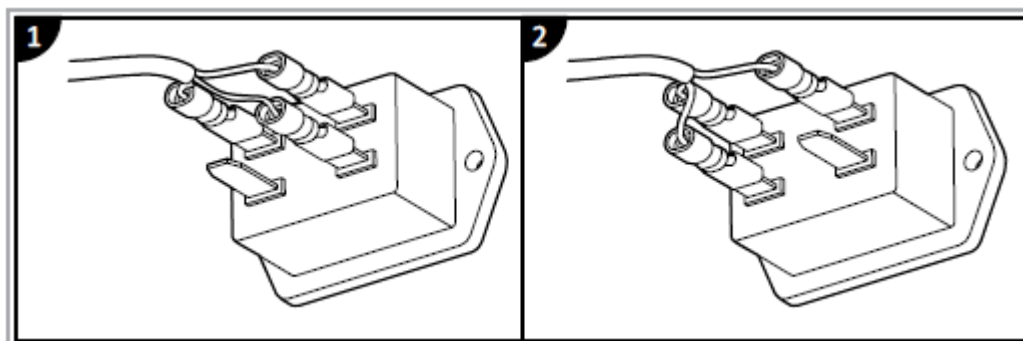

图 16 1-ph 型号泵计时器的复位
- 2 将电线插套从启用信号端子拔出，插入复位端子（图 16 之 1 到 2）。
- 6 将电线插套从复位端子拔出，插入启用信号端子（图 16 之 2 到 1）。